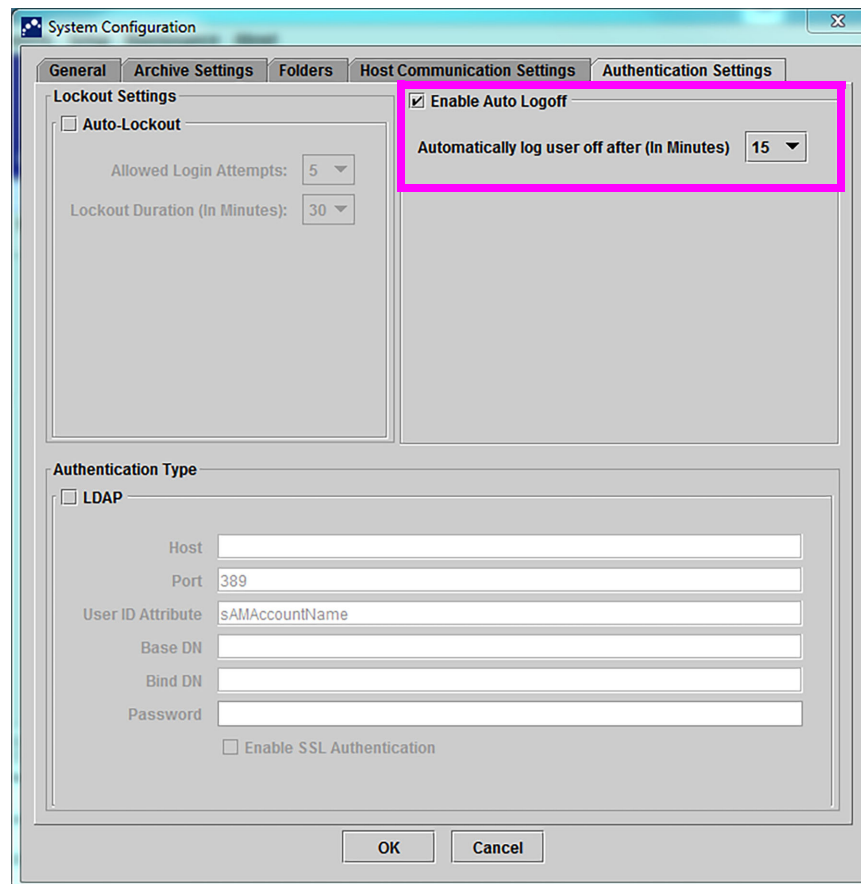

Figura 2-86. Setări de autentificare configurate pentru deconectarea automată
2. Faceți clic pe fila **Setări de autentificare (Authentication Settings)**; apar informațiile referitoare la Setări de autentificare (Authentication Settings). Consultați Figura 2-86.